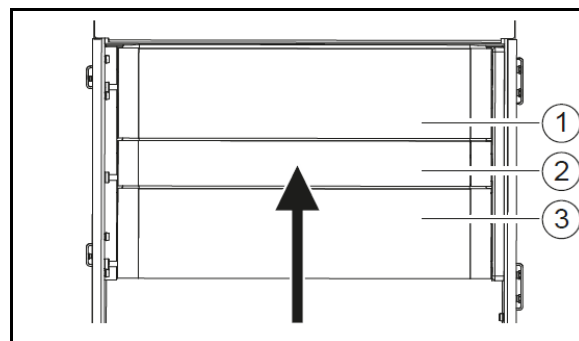

Fig. 191
1. Demontați grilajul aerului de recirculație (Fig. 191/1).